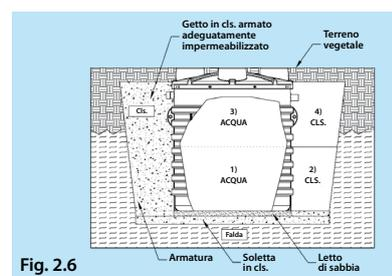

Fig. 2.6
**Fig. 2.6** - L'interro in presenza di **falda superficiale** rappresenta la **condizione più rischiosa** per una vasca di accumulo, in questo caso si raccomanda una **relazione geotecnica** approfondita redatta da un **professionista specializzato**. In relazione ai risultati dell'indagine il tecnico incaricato definisce il livello di spinta della falda e quindi dimensiona al meglio il rinfiango e la soletta; in particolare deve prevedere rinfianchi laterali tali da avere la portanza necessaria per resistere alle forti spinte laterali. Tale resistenza può essere ulteriormente incrementata inserendo reti elettrosaldate. Dopo aver realizzato sul fondo dello scavo **la soletta in calcestruzzo**, è necessario stendere un letto di sabbia di 10 cm per riempire gli spazi delle corrugazioni presenti alla base della cisterna. Il riempimento del serbatoio e specialmente il rinfiango devono essere sempre effettuati **in modo graduale**: si consiglia, perciò, di riempire la cisterna per metà, di rinfiangarla contemporaneamente con del calcestruzzo armato e di lasciare riposare per **24/36 ore** [Fig. 2.6 punti 1 e 2]. Dopodiché terminare il riempimento ed il rinfiango del manufatto [Fig. 2.6 punti 3 e 4].